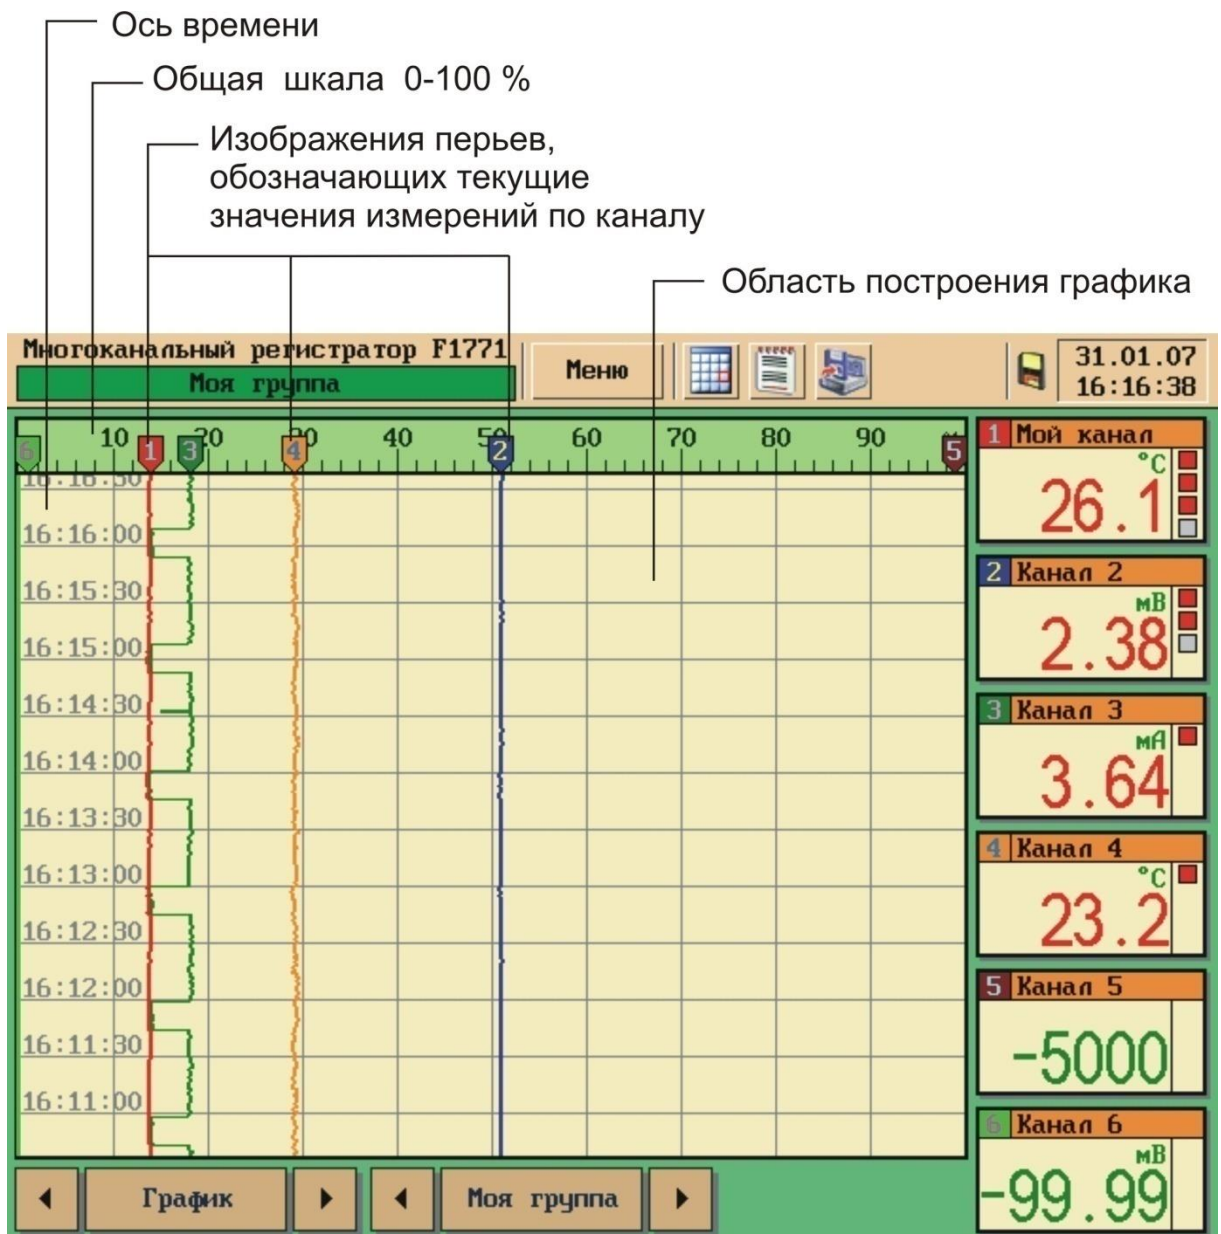

Рисунок 11 – Режим «Вертикальный график для группы каналов»
- «Вертикальный график» – оси X графика соответствует шкала измерений по каналам, оси Y – время измерений (см. рисунок 11);